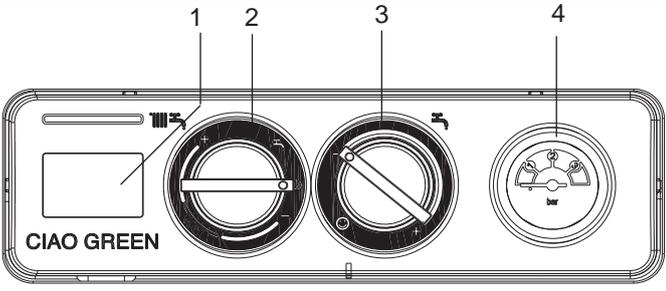

Fig. 2.1a
- ruotare il selettore di funzione (3 - fig. 2.1a) nella posizione desiderata:
**Inverno:** ruotando il selettore di funzione (3 - fig. 2.1a) all'interno dell'area contraddistinta con + e - (fig. 3.1b), la caldaia fornisce acqua calda sanitaria e riscaldamento.